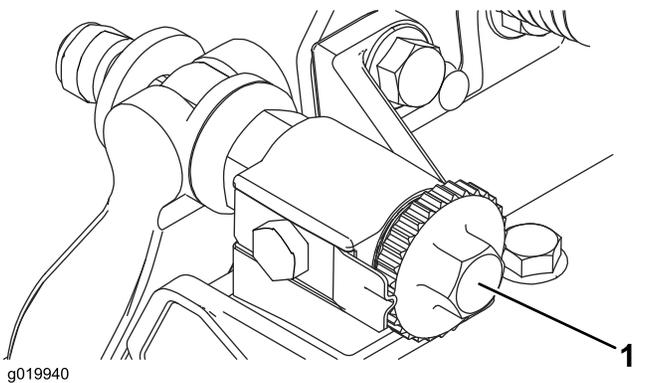

図 8
2. ベッドバー調整ねじを左に回してベッドナイフとリールの接触をなくす **図 8**。